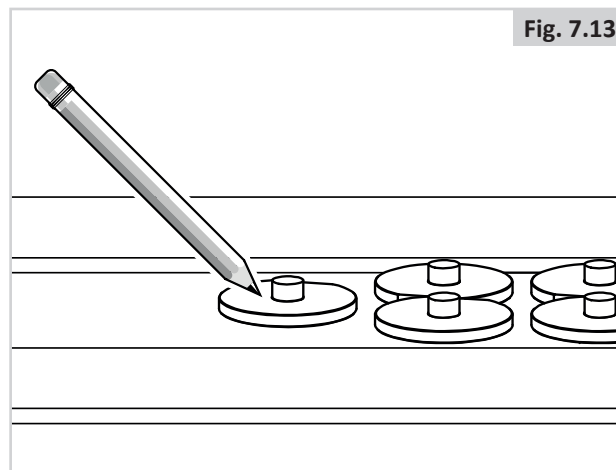

Fig. 7.13
4. Marquez l'endroit où vous allez couper les vis. (Fig. 7.13).